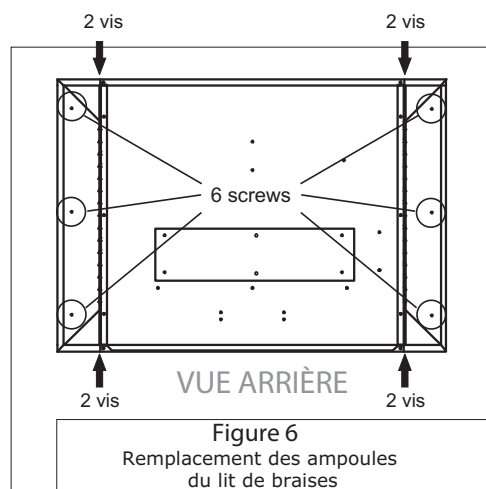

Figure 6
1. Retirez les 4 vis sur le dessus, les 4 vis sur le dessous et les 6 vis de chaque côté de l'appareil (figure 6). Retirez les plaques latérales (Remarque : les plaques latérales sont des accessoires facultatifs. Si votre appareil ne comporte aucune plaque latérale, passez tout de suite à l'étape 2 ci-dessous.)